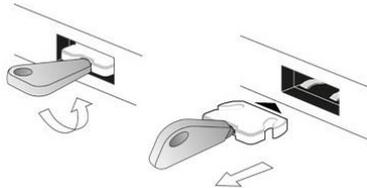

Abbildung 10:
3. Den Entriegelungsschlüssel vorsichtig nach links drehen (*Abbildung 10*).